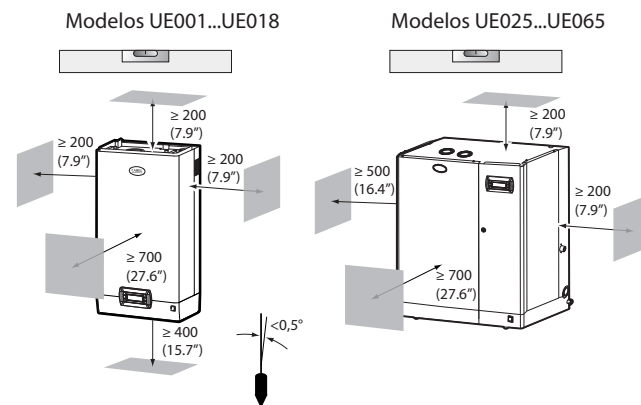

Fig. 1.b
- posicione o umidificador sobre uma superfície horizontal, observando os espaços mínimos (veja fig. 1.b) para consentir as operações necessárias de manutenção.
Monte o umidificador na parede através do suporte já fixado no umidificador utilizando o kit de parafusos fornecido (para as cotas em mm/inch veja a Fig. 1.d).